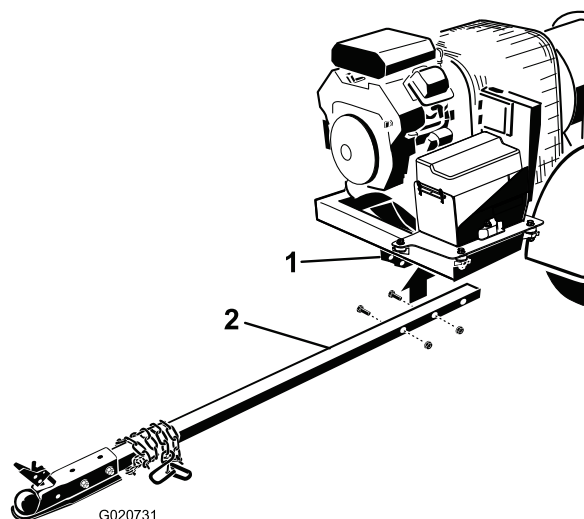

Figura 4
2. Introduzca la barra del enganche en los soportes del bastidor (Figura 4). Sujete la barra al bastidor con 2 pernos ($\frac{3}{8}$ " x 3") y tuercas con arandela prensada ($\frac{3}{8}$ ").